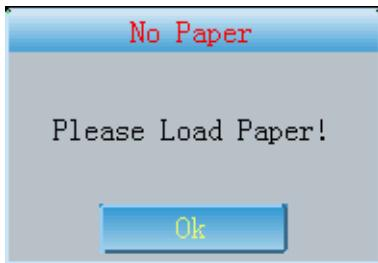

Figure 6-2 Avertissement d'absence de papier
6.1.3 Si le papier d'enregistrement s'épuise pendant l'enregistrement, le dispositif arrête automatiquement d'imprimer et l'écran affiche un message indiquant qu'il n'y a plus de papier, comme montré dans la Figure 6-2.